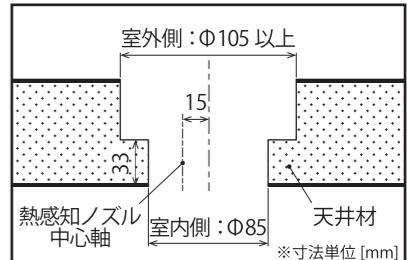

図4
#### ① 天井に下穴を開ける（図4）
#### ② 熱感知ノズルが防護面積の中心になるよう設置してください。（図4）